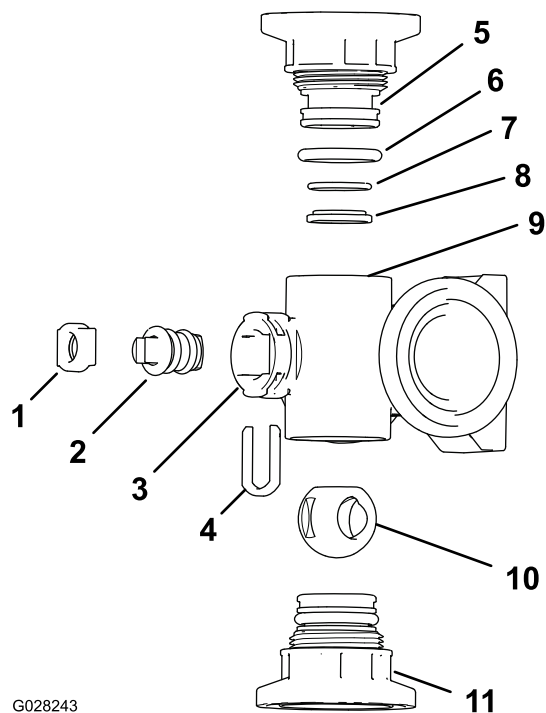

Figure 78
- Déposez les 2 raccords d'embout à chaque extrémité du corps du collecteur (Figure 78 et Figure 79).
4. Retirez l'étrier de fixation des fentes dans l'orifice de la tige du collecteur (Figure 78 et Figure 79).
5. Déposez l'étrier de fixation et le siège de la tige du collecteur (Figure 78 et Figure 79).
6. Passez dans le corps du collecteur pour déposer la tige de soupape (Figure 78 et Figure 79).
1. Vérifiez l'état et l'usure des joints toriques du raccord de sortie (collecteur de vanne de section seulement), des joints toriques des embouts, des joints toriques de portée arrière et du siège de la bille (Figure 78 et Figure 79).
2. Appliquez de la graisse silicone sur la tige de la soupape et insérez la tige dans son siège (Figure 78 et Figure 79).
3. Placez la tige et le siège dans le collecteur, et fixez-les à l'aide de l'étrier (Figure 78 et Figure 79).
4. Vérifiez que le joint torique de portée arrière et le siège de la bille sont bien alignés et engagés dans le raccord d'embout (Figure 78 et Figure 79).
5. Montez le raccord d'embout sur le corps du collecteur jusqu'à ce que la bride du raccord touche le corps du collecteur (Figure 78 et Figure 79), puis tournez encore le raccord d'embout de 1/8 à 1/4 de tour.